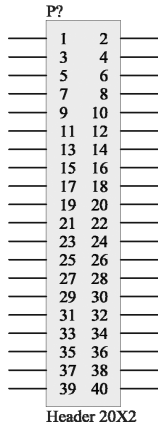
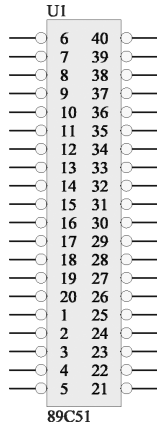
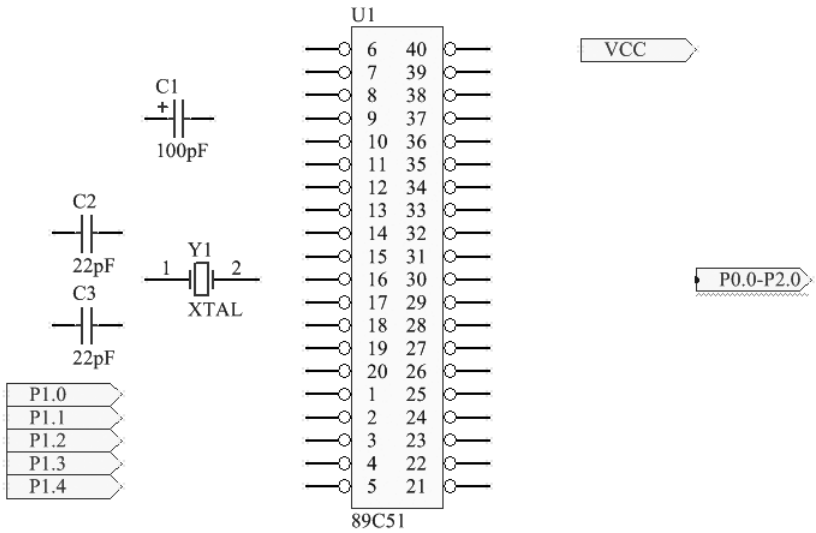

图 15-9 编辑前的 Header 20X2 元件
图 15-10 编辑好的 89C51 元件
图 15-11 完成元件放置后的 CPU 原理图
2) 编辑元件 89C51。在元件库“Miscellaneous Connectors. IntLib”中选择有 40 个引脚的“Header 20X2”元件，如图 15-9 所示。编辑元件的方法可参考以前章节的相关内容，这里不再赘述。编辑好的 89C51 元件如图 15-10 所示。完成元件放置后的 CPU 原理图如图 15-11 所示。